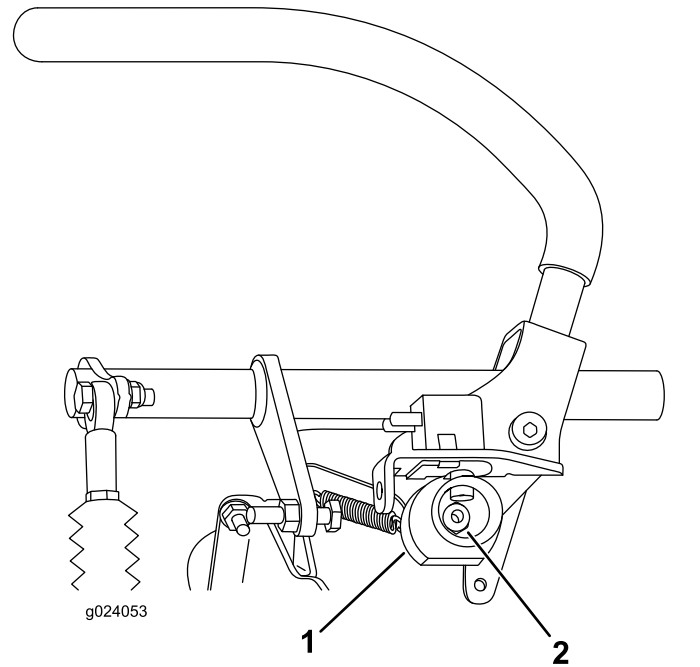

Figura 65
6. Afloje la tuerca que sujeta la leva (Figura 65).